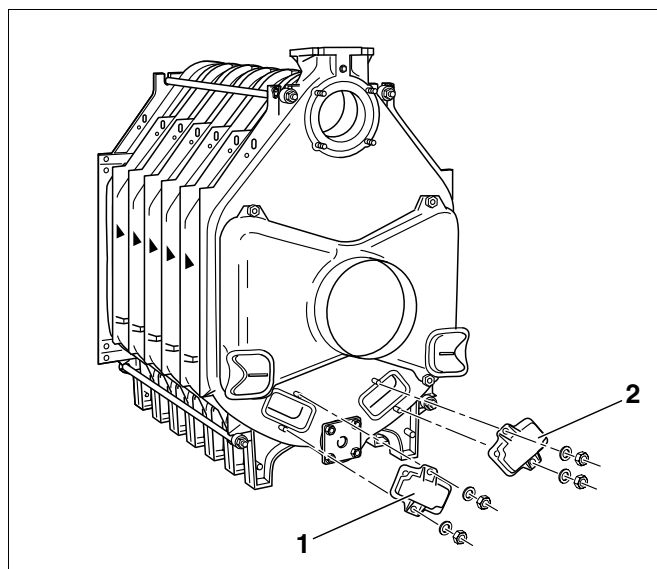

Рис. 30 Установка крышек люков для чистки
- Установить крышки, используя подкладные шайбы и гайки (рис. 30, **поз. 1 и 2**).